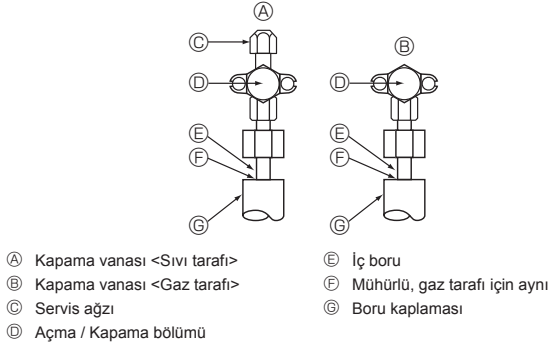

Fig. 4-4
4.4. Soğutucu borusu hava sızdırmazlığı test yöntemi (Fig. 4-4)
- Basınç (2) ve (3) adımımda düşerse, gaz kaçağı var demektir. Gaz kaçağının kaynağını araştırın.